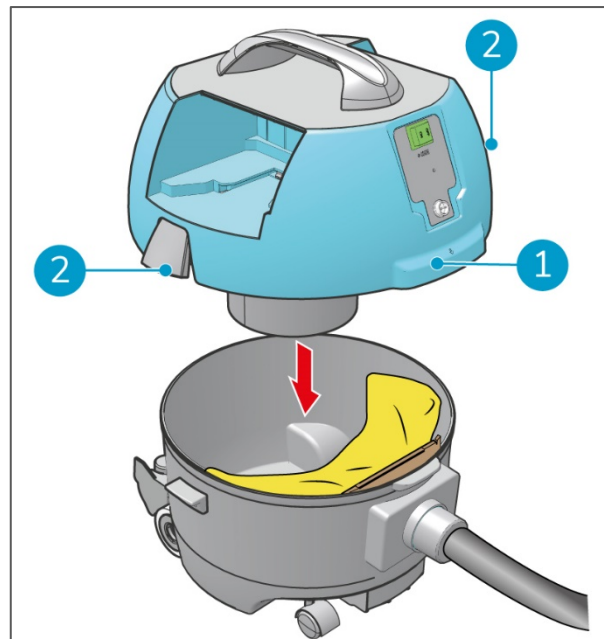

Abbildung 14
13. Platzieren Sie den Deckel (Figure 14, Pos. 1) auf dem Kanister.
14. Schließen Sie die Riegel (Figure 14, Pos. 2).